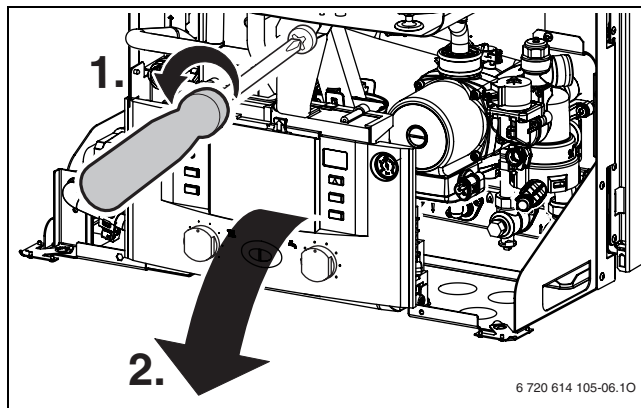

Fig. 21
- ▶ Svitare la vite di fissaggio (→ rif. 1, fig. 21) e far ruotare il cruscotto comandi verso il basso.